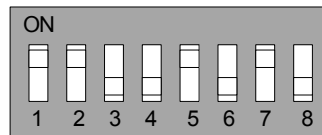

図 3: ボード裏面 SW6 ディップスイッチの設定
- ML506/505 ボード裏面(半田面)にある SW6 のディップスイッチが、下図 3 のように”11001010”(1=ON,0=OFF)となるようセットしてください。